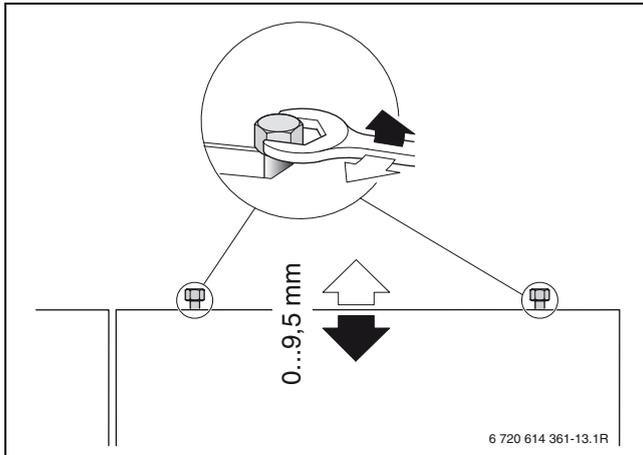

Bild 18
- ▶ Klemmverschraubungen der Kaltwasseranschlussteile (9), (10) und (11) anziehen.
Um Verspannungen zu vermeiden, ziehen Sie jetzt die Klemmverschraubungen (8) und (12) nur leicht an. Erst nach dem Ausrichten des Speichers (→ Bild 18 auf Seite 12) ziehen Sie die Klemmringverschraubungen nach.